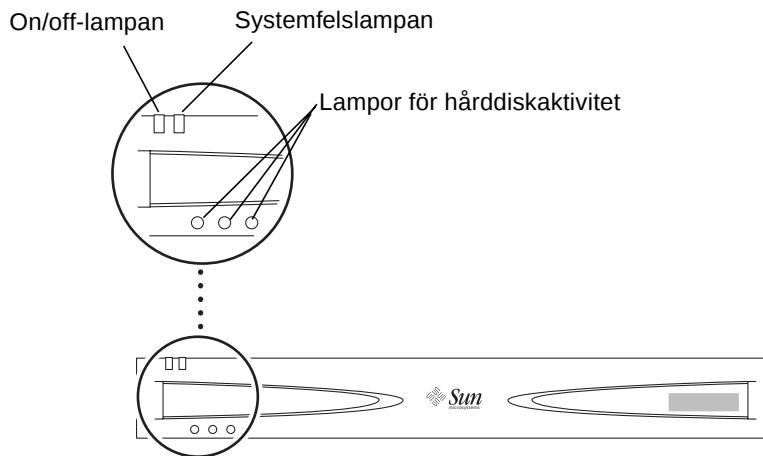
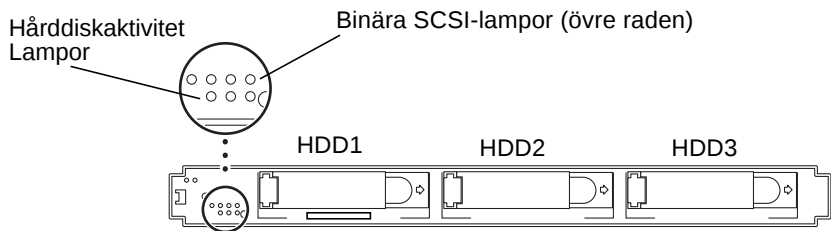

BILD 5-1 Frontpanelens lampor med infattning
BILD 5-2 Frontpanelens lampor där infattningen har tagits bort
Lamporna på frontpanelen ger indikationer om strömmen till systemet, systemfel, hårddiskaktivitet och SCSI-ID-tilldelningar. I BILD 5-1 och BILD 5-2 visas var lamporna på frontpanelen sitter och i TABELL 5-1 visas vad de betyder och vilka åtgärder som måste vidtas. Det finns även en lathund på systemet som sammanfattar vad de olika SCSI-ID-lamporna betyder.
2. Lokalisera de binära SCSI-lamporna (se BILD 5-2).